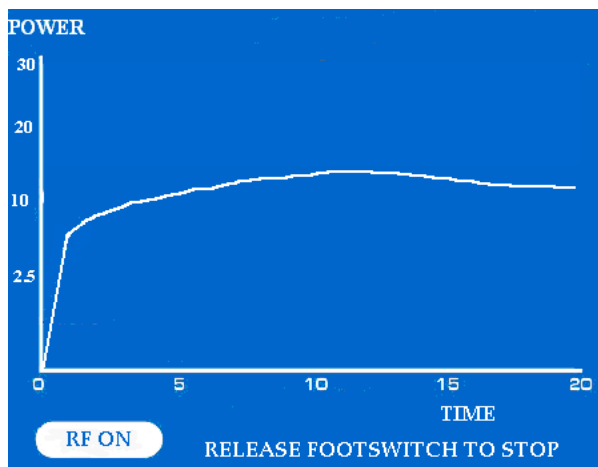

Figure 11 : Graphique d'affichage de la puissance (Stylos Isolator) indiquant le mode RF ON (l'emballage est maintenant montré)
- i. Le graphique en temps réel de la puissance mesurée délivrée au tissu est affiché sur l'écran LCD graphique avec une tolérance de $\pm 20\%$. Le graphique de puissance est sur une échelle de 20 secondes (référez-vous à **Figure 11**).
- ii. Le système se mettra automatiquement en veilleuse et arrêtera l'ablation si l'utilisateur ne relâche pas la pédale de commande dans les 40 secondes (référez-vous à **Figure 11**).